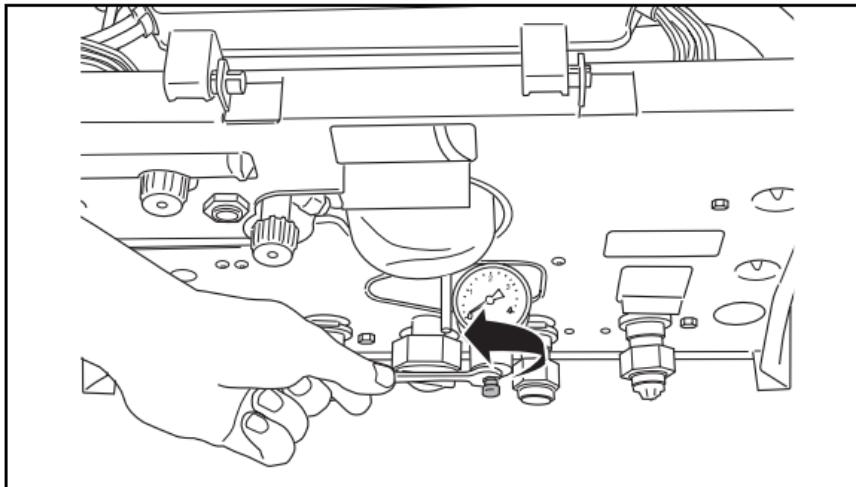

Fig. 9 Svuotamento dell'apparecchio combi
- Aprire i rubinetti sotto il manometro (fig. 9) in modo tale che tutta l'acqua fuoriesca dall'impianto di riscaldamento.